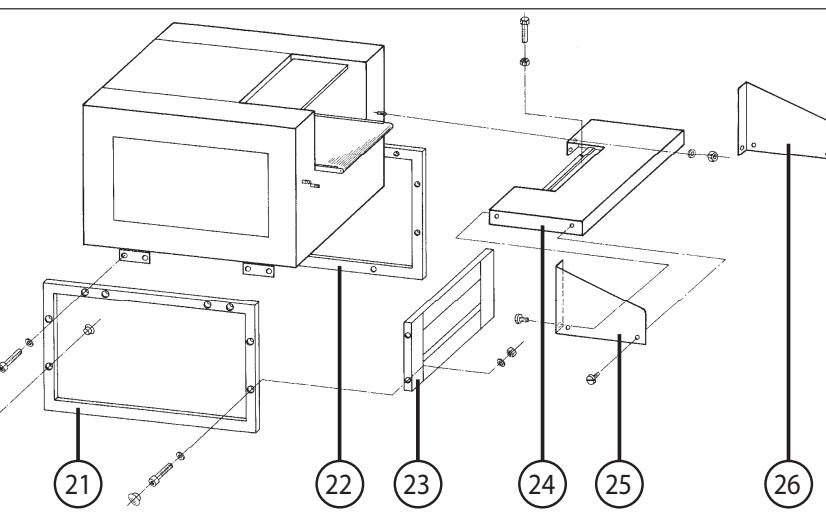

Fig. 1
- 21 = Telaio a sinistra (fig. 1 e 2)
- 22 = Telaio a destra (fig. 1)
- 23 = Lamiera intermedia (fig. 1 e 2)
- 24 = Tavolo (fig. 1)
- 25 = Squadretta di protezione a sinistra (fig. 1 e 2)
- 26 = Squadretta di protezione a destra (fig. 1)
MONTAGGIO DEL SOTTOTELAIO (fig. 1 e 2):
MONTAGGIO DEL TAVOLO (24) (fig. 1)
- Infilare il cavo di alimentazione corrente del listello di arresto d'emergenza (14) attraverso il passacavo nella parete laterale sinistra della cassa e attraverso l'avvitamento cavi in basso, dopodiché collegare il trefolo blu con il morsetto 20 e il trefolo marrone con il morsetto 19.
SQUADRETTA DI PROTEZIONE (fig. 1):